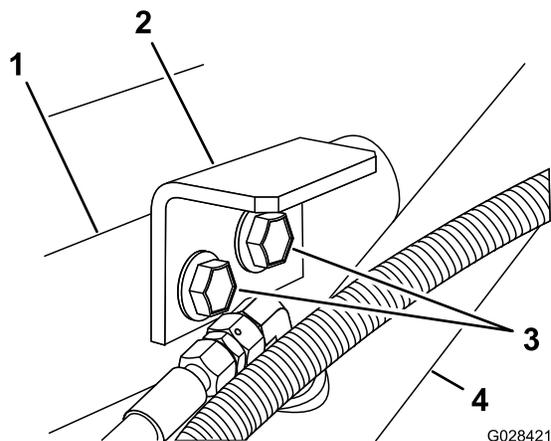

Figure 7
- Fixez les pattes de maintien au support et au cadre au moyen des 2 boulons à embase et écrous à embase que vous avez retirés à l'opération 1 (Figure 7).